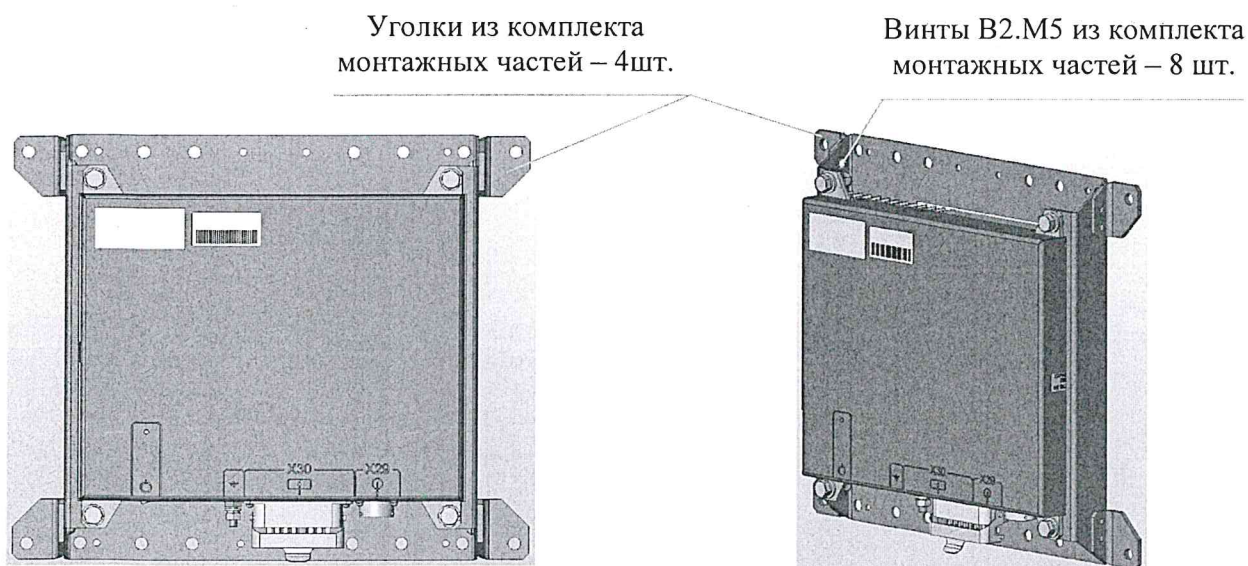

Рисунок 5 – ИП-ЛЭ с комплектом монтажных частей
- ослабление крепления уголков из комплекта монтажных частей М5 (см. рисунок 5): при обнаружении подтянуть с моментом затяжки по п.3.3.3 либо заменить при необходимости на исправный крепеж по п.3.3.5;